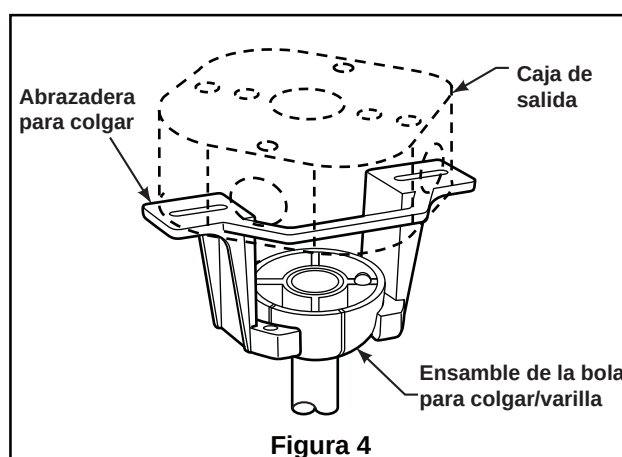

Figura 4
4. Enrosque el soporte de la varilla y alinee los orificios de la clavija de horquilla en ambas piezas. Instale la clavija de horquilla y asegúrela con la pinza de horquilla. Fije los dos tornillos de presión y las tuercas de seguridad en el soporte de la varilla interior. (Figura 4)
- ☐ 2. Levante cuidadosamente el ventilador y coloque el ensamble de la bola para colgar/varilla en la abrazadera para colgar que acaba de fijar a la caja de salida. Asegúrese de que la ranura de la bola esté alineada con la lengüeta de la abrazadera para colgar. (Figura 4)